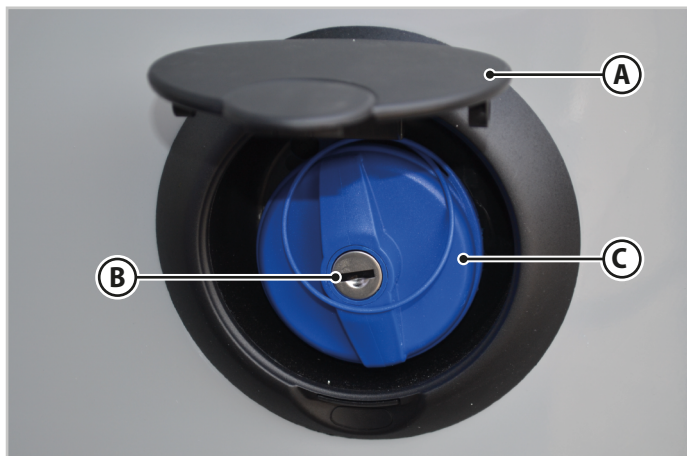

Fig.6.31 - Rifornimento serbatoio acque chiare
1. Sollevare lo sportellino (**A** - Fig.6.31) per accedere al bocchettone di rifornimento acqua posto sul lato del veicolo.
2. Inserire la chiave nella serratura (**B** - Fig.6.31).
4. Ruotare il tappo (**C** - Fig.6.31) in senso antiorario e rimuoverlo.